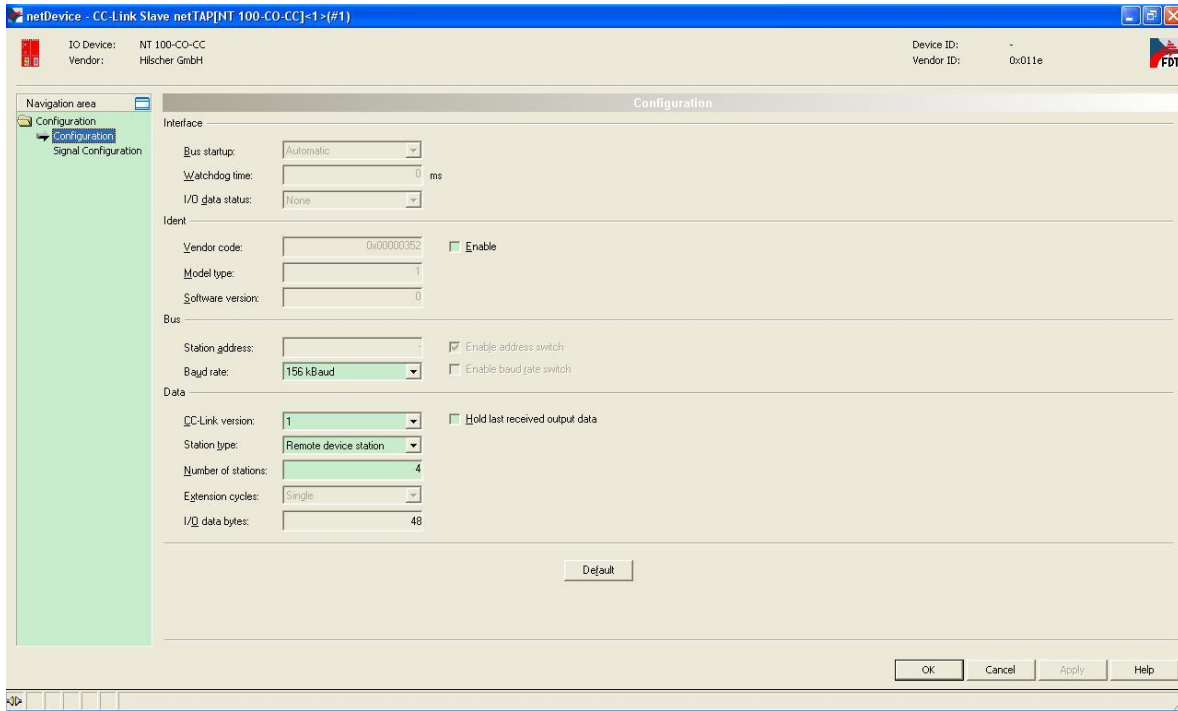

图 19
(19) 右击 NT100 图标，选择 **Configuration** 菜单中的 **CC-Link Slave** 选项，在弹出的对话框中，设置通讯波特率，版本号以及远程设备站占用站数量，如图 19 所示。设置完毕单击 **OK** 保存并退出。